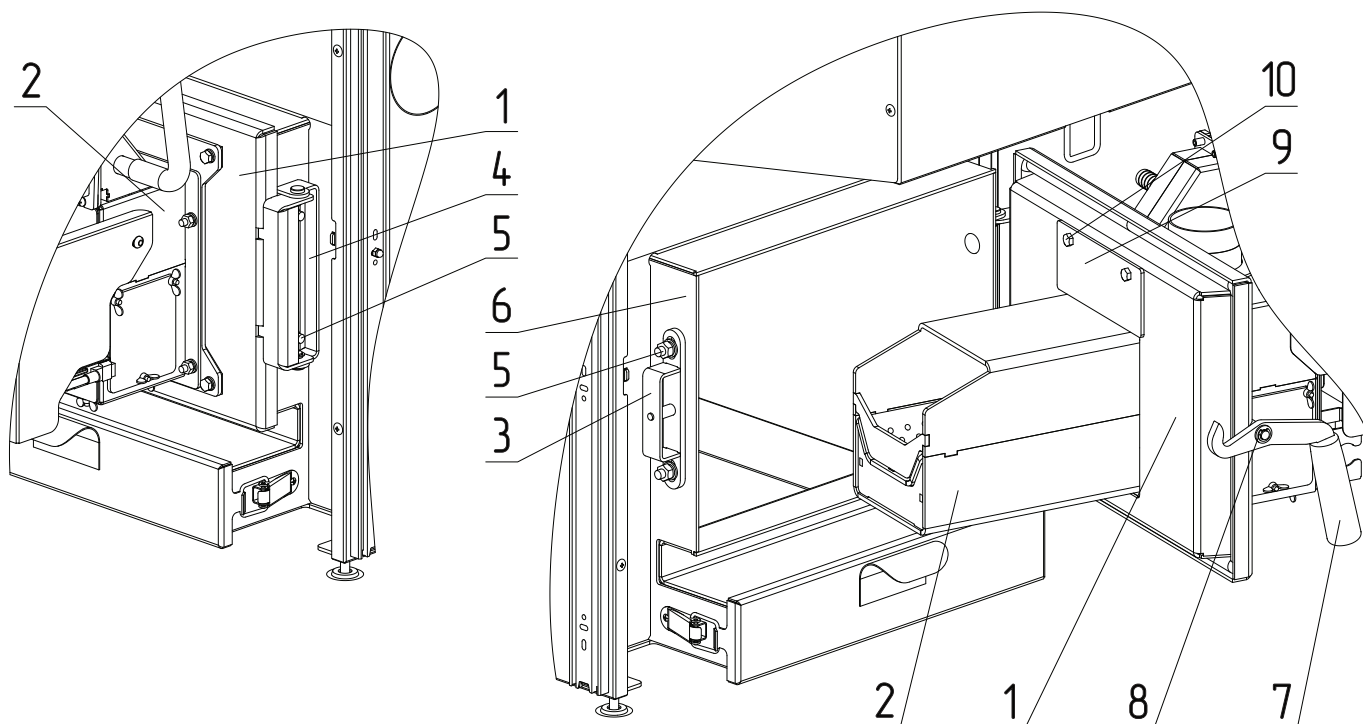

Рис.9 Изменение направления открытия двери котла
1. Открутить петлю двери (Рис.9, поз.4), экран горелки (Рис.9, поз.9);
2. Извлечь горелку, замок двери (Рис.9, поз.3);
3. Снять ручку двери (Рис.9, поз.7);
5. Установить на место петли двери (Рис.9, поз.4), замок двери (Рис.9, поз.3);
6. Установить экран (Рис.9, поз.9) с горелкой, который после изменения положения двери будет снизу горелки;
7. Установить ручку двери (Рис.9, поз.7) в соответствии с новым положением замка двери.